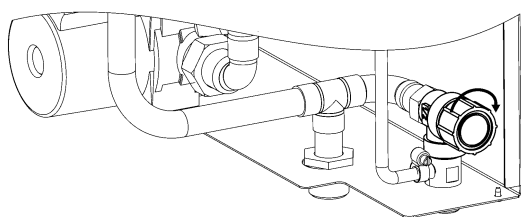

Рисунок 35. Поворот крышки клапана
14.4 В начале отопительного сезона перед запуском прибора необходимо выполнить промывку предохранительного клапана – повернуть поворотную крышку в направлении стрелки (см. рис. 35).